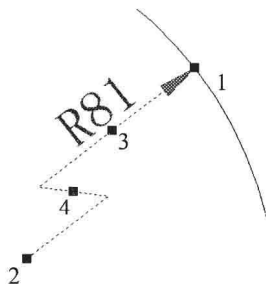
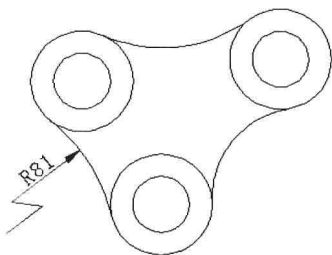

图 7-3-9
图 7-3-10
(1) 选择菜单命令“标注/折弯”，命令行提示“选择圆弧或圆”，单击圆弧；命令行提示“指定图示中心位置”，单击第2点，假设该点为新圆心。
(2) 命令行提示“指定尺寸线位置或 [多行文字(M)/ 文字(T)/ 角度(A)]”，单击第3点，指定尺寸线角度和标注文字位置的点。
(3) 命令行提示“指定折弯位置”，单击第4点，确定标注折弯位置，4个点的位置如图7-3-9所示。标注的效果如图7-3-10所示。